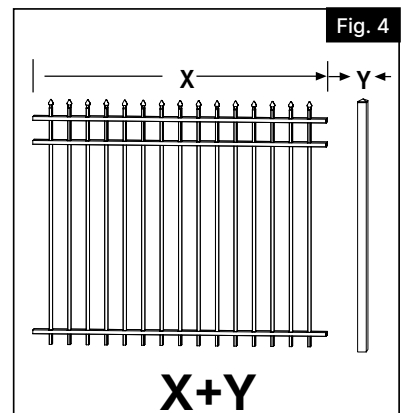

Fig. 4
Mida el ancho del panel de la valla (X) más el ancho del poste (Y). Esta es la medida normal de centro a centro (a menos que se corte el panel) para la ubicación del agujero del poste (Fig. 4).
Después de que endurezca el concreto, sujete los tramos de valla en los postes con tornillos autorroscantes #8 de 1" (Fig. 4).